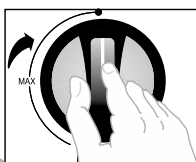

Figura 27.
- Que la perilla esté en la posición de APAGADO (**Ver figura 27**).